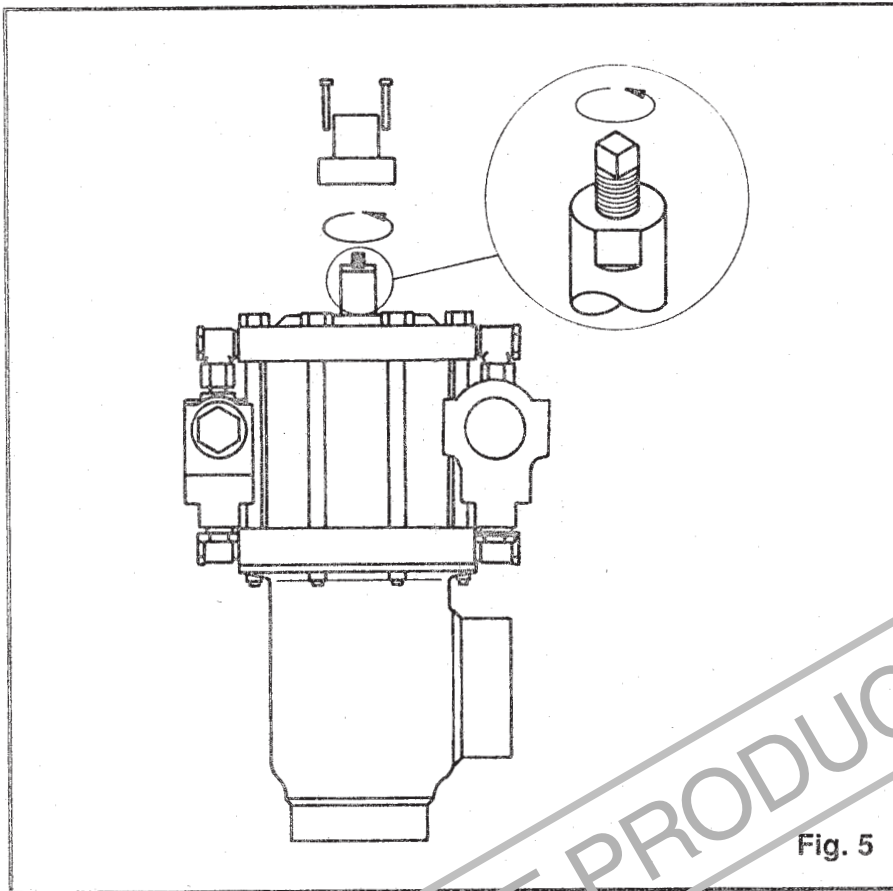

Fig. 5
In case of power loss the GPS valve will close (NC). The valve can be opened by hand, if the cap is removed and the spindle is turned anti-clockwise. To close the valve, turn the spindle clockwise. The spindle must be screwed to the lowest possible position during normal operation (Fig. 5).
Ved strømsvigt lukker GPS ventilen (NC). Ventilen kan åbnes ved håndkraft, hvis hættens fjernes, og spindlen drejes mod uret. Ventilen lukkes ved at dreje spindlen med uret. Spindlen skal være skruet i lavest mulige position under normal drift (Fig. 5).
En caso de corte de corriente, se cierra la válvula GPS (NC). Esta puede abrirse manualmente quitando la capucha y girando el vástago en el sentido contrario de las agujas del reloj. La válvula se cierra girando el vástago en el sentido de las agujas del reloj. El vástago debe estar apretado en la posición más baja posible durante el funcionamiento normal (Fig. 5).